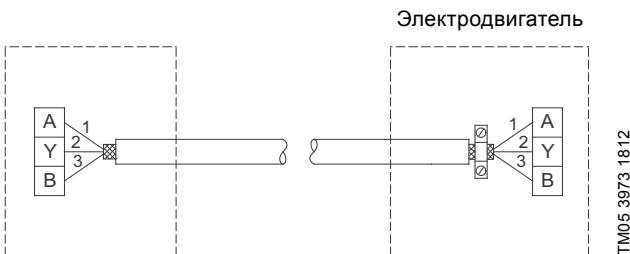

Рис. 12 Подключение 3-жильного экранированного кабеля
- Если устройство не имеет такого зажима, экранирующую оплётку оставляют неподсоединеной с этой стороны, как показано на рис. 12.